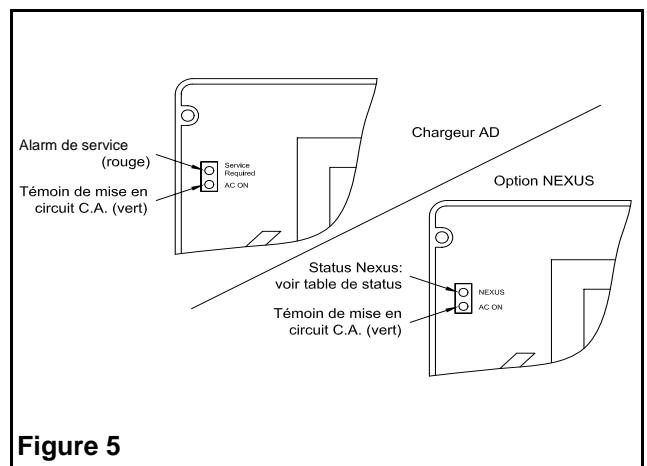

Figure 5
Pour activer l'interrupteur magnétique pour effectuer un test manuel, tenir l'aimant fourni près de l'endroit indiqué près des indicateurs DEL (voir figure 5). Un test de une minute sera initié. Les lampes illumineront pour environ une minute, ensuite l'unité retournera en mode normale automatiquement. Le test peut être annulé en passant l'aimant près de l'interrupteur à nouveau.
**Indicateurs externes :** Alarme de service (service requis). La lampe témoin s'allumera si une condition d'alarme est détectée (voir figure 5).
Le système NEXUS utilise deux indicateurs visuels locaux (voir figure 5). Le premier est une DEL verte qui indique la présence du CA. L'autre est une DEL à deux couleurs (Nexus). Cette dernière indique l'état du système NEXUS. Se référer à l'addendum Nexus pour plus de détails.